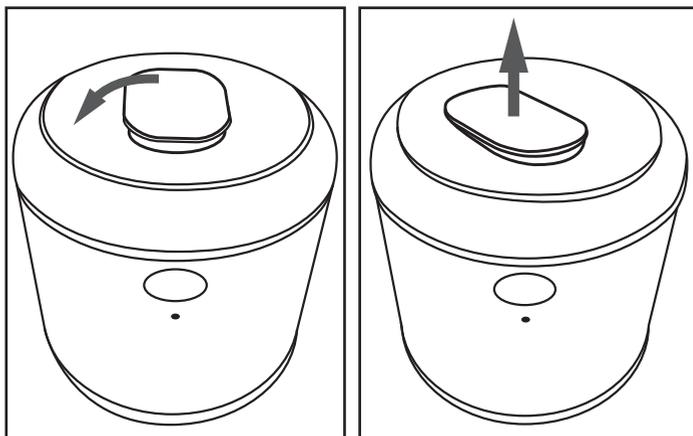

Fig. 2
- 4) Abra a tampa do orifício de enchimento **10**, rodando-a um pouco no sentido contrário ao dos ponteiros do relógio e retirando-a (ver Fig. 2):